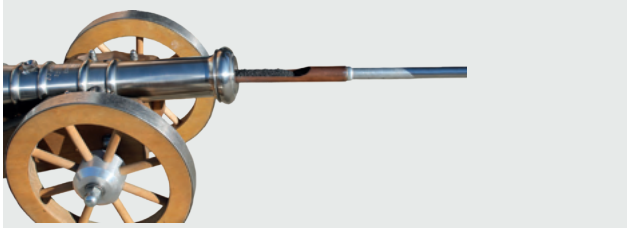

Abb. 35: Vorderladerkanone / Einfüllen des Böllerpulvers mit Ladelöffel
- Ladelöffel aus nicht funkenreißendem Material (Abb. 35).